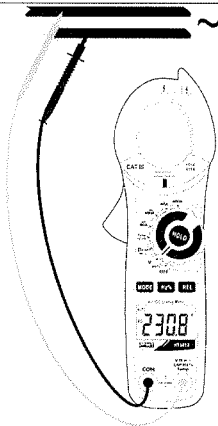

Abb. 3: Verwendung der Zange für Wechselfspannungsmessung
4. Verbinden Sie die rote Messleitung mit der **VΩ→→)CAPHz%Temp** Eingangsbuchse, und die schwarze Messleitung mit der **COM** Eingangsbuchse (siehe Abb. 3).